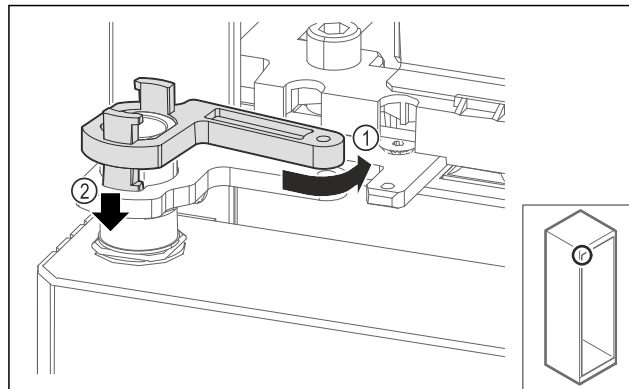

Fig. 71
- ▶ Завъртете леко блокировката на лагерната стойка назад Fig. 71 (1), натиснете я надолу Fig. 71 (2) и я блокирайте в ъгъла на пантата.